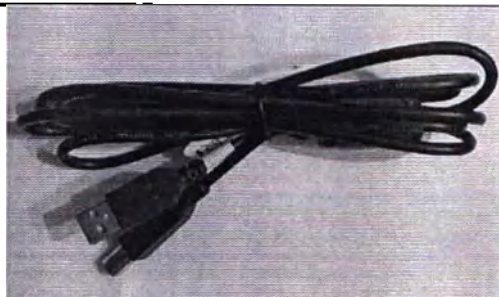

Рисунок 5
3. Подключите прибор к компьютеру кабелем USB AM-BM (Рисунок 5)